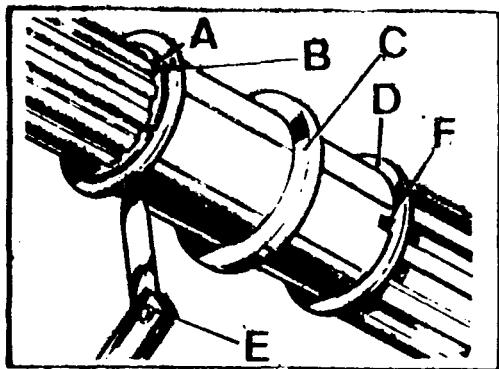

Fig. C-103 Verificación del juego longitudinal del manguito espaciador
3.2.6. Verificar el juego longitudinal del manguito, C (Fig. C-103) que debe quedar comprendido entre 0,05 á 0,20 mm. El ajuste se realiza sustituyendo cualquiera de las arandelas, para lo cual se dispone de recambios con diferentes gruesos.
3.2.7. Una vez que el juego longitudinal de los engranajes y manguito sea correcto se retiarán el arillo elástico, A, (Fig. C-103), arandela de empuje, B, para el engranaje de tercera y el manguito, C. Si se hubiese quitado, se instalará la espiga para el manguito, asegurándose que la arandela, D, del engranaje de segunda queda perfectamente encajada en su espiga.